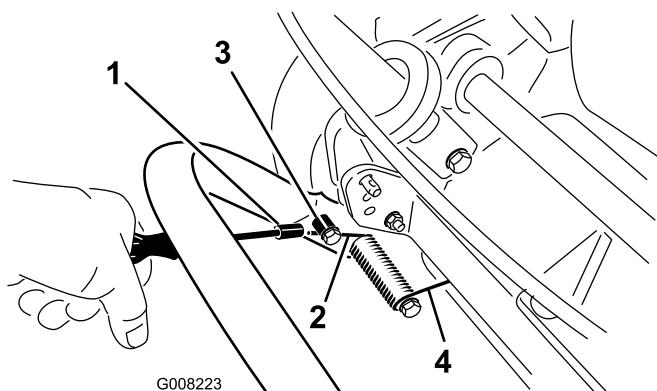

図 6
6. 後ろ向きに出ているスプリングの端にナット・ランナーをかぶせ、この端をキック・スタンドのスペーサの下に引っ掛ける(図 6)。